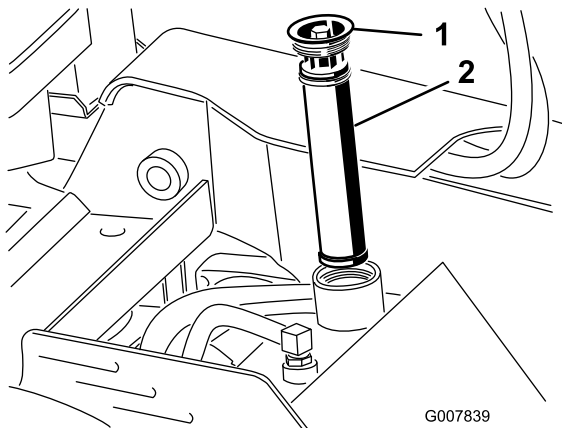

Figure 58
4. Déposez l'ancien filtre et mettez-le au rebut (Figure 58).
5. Mettez en place le filtre hydraulique de rechange et le bouchon de remplissage (Figure 58), et serrez le boulon sur le dessus à un couple de 13 à 15,5 N·m.
5. Enlevez le bouchon de remplissage du réservoir de liquide hydraulique ainsi que le filtre (Figure 58).
10. Mettez en place le filtre hydraulique et le bouchon de remplissage (Figure 58), et serrez le boulon sur le dessus à un couple de 13 à 15,5 N·m.